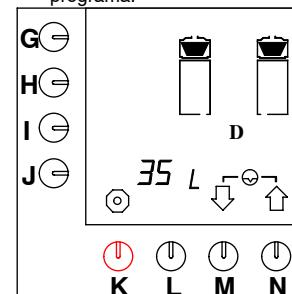

Fig. 40 Puesta a cero del contador diario del sistema de preparación de café
- Mantenga apretada la tecla de programación (M.)↓ hasta que en el display aparezca la fig.40 .